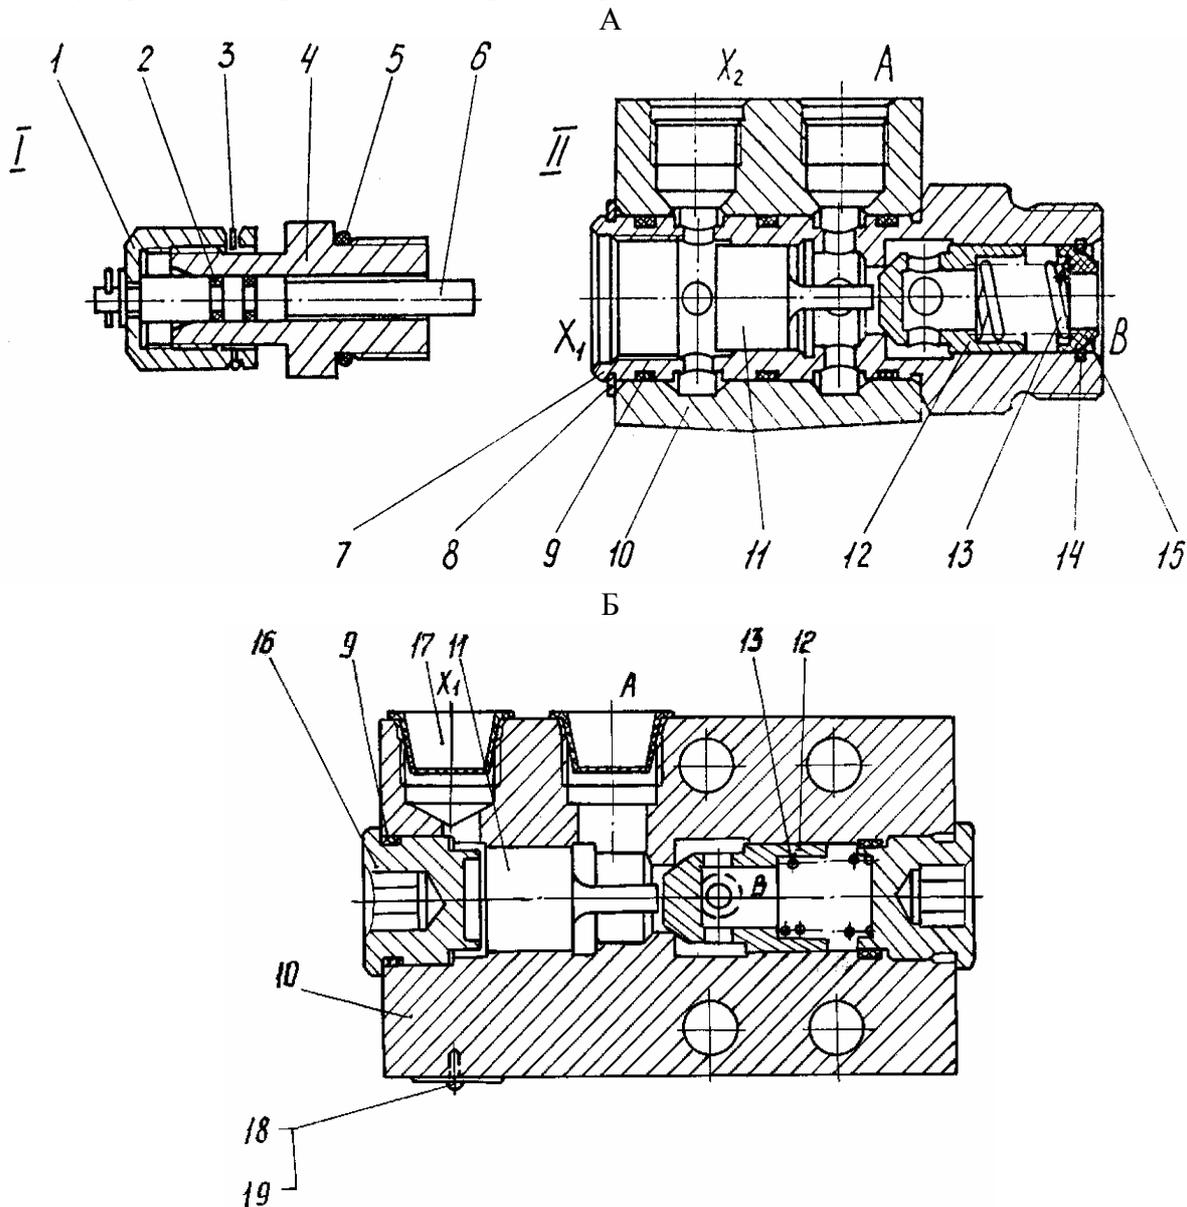

Рис. 51 Гидрозамок
14. ГИДРОЗАМОК (рис. 51а, б).
Четыре гидрозамка служат для фиксации в рабочем положении откидных опор и опоры-отвала экскаватора (рис. 51 б).
Один гидрозамок может использоваться в механизме перевода стрелы в «плавающее» положение (рис. 51 а). Он оборудован шунтом, штуцер 4 которого заворачивает-